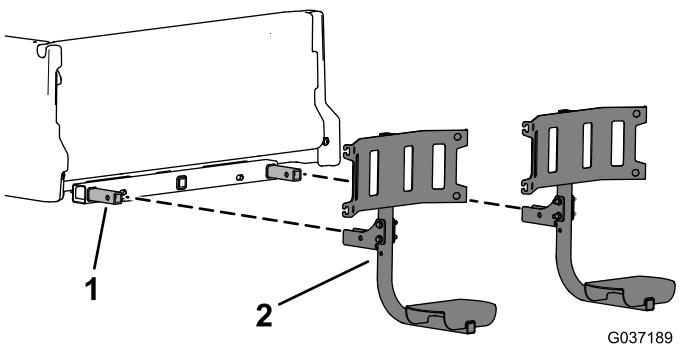

Figura 9
9. Insira as montagens dos baldes do lixo nos tubos da estrutura do balde do lixo (Figura 9).